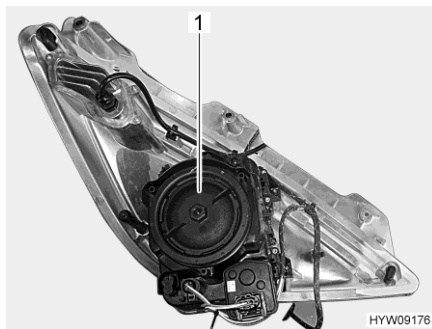

Fig. 148 Faro anteriore (lato posteriore)
- Ruotare il coperchio dell'involucro (Fig. 148,1) in senso antiorario e rimuoverlo.
- Posizionare il coperchio dell'alloggiamento (Fig. 148,1) e ruotarlo in senso orario fino a bloccarlo.